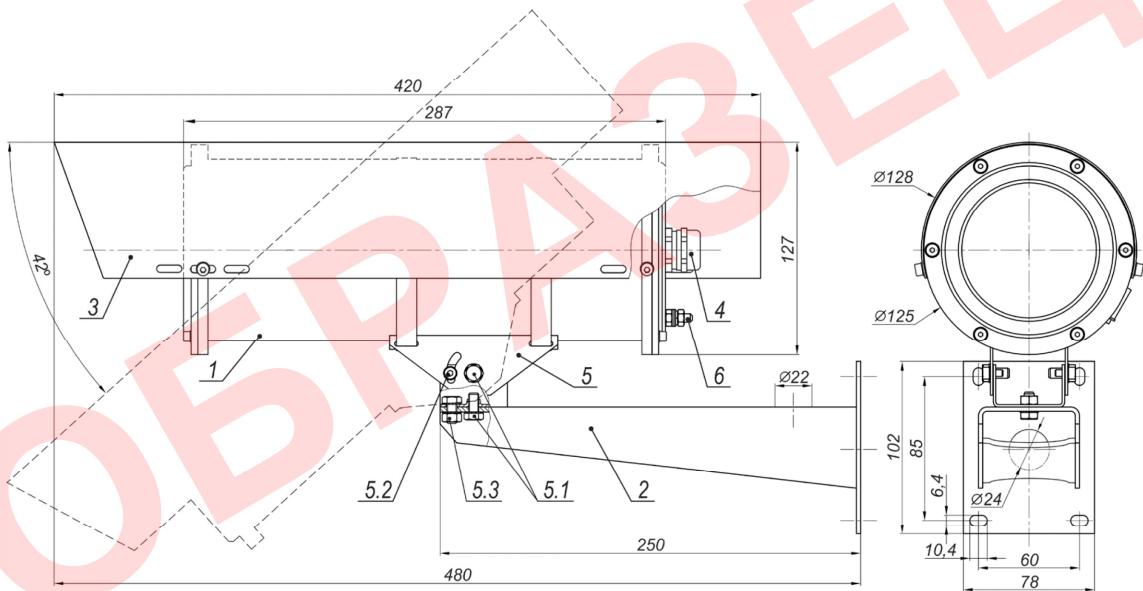

Рисунок 1 – Габаритные и установочные размеры
| 15       | Габаритные размеры                                                                 | см. рисунок 1                                |       |               |       |                 |       |
| 16    | Габаритные размеры                                                 | см. рисунок 1                                                                             |                                |
В состав изделия входят (см. рисунок 1):
6. Установить кронштейн 2 (рисунок 1) на штатное место, закрепить на нём видеокамеру 1.
7. Заземлить термокожух с помощью клеммы заземления 6 (рисунок 1).
8. Ослабив болты и винты фиксации шарнира 5.1, 5.2, 5.3 (рисунок 1), установить видеокамеру на нужное направление обзора, после чего надёжно зафиксировать шарнир, затянув болты и винты.